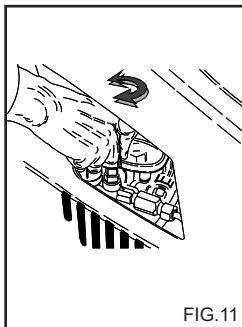

FIG. 11
O dispositivo regulador de pressão, fig. 11, permite regular a pressão de trabalho. Rodando o manípulo C no sentido inverso ao dos ponteiros do relógio (B) (mínimo) obtém-se uma redução da pressão de funcionamento.